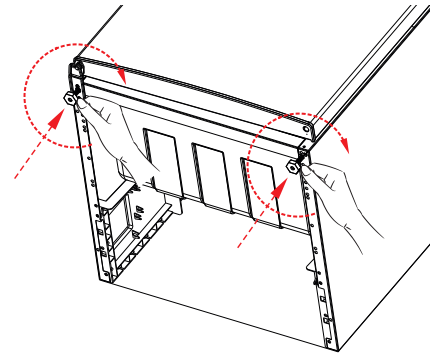

Abb. 19
- ▶ Setzen Sie die Gerätefüße wieder ein und schrauben Sie sie im Uhrzeigersinn leicht ein (Abb. 19).